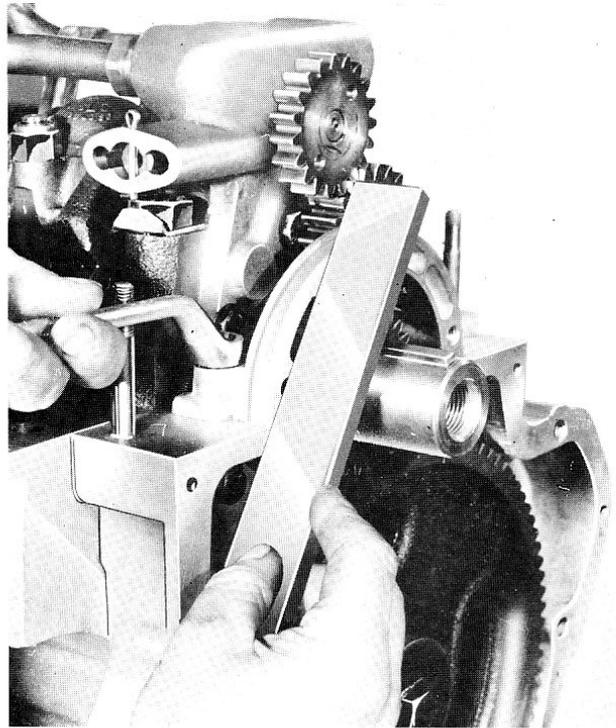

Fig. 30
- 6° Enduire de pâte à joint n° 969 673 M 1 les faces d'appui de la demi-coquille d'étanchéité AV du carter d'huile, poser la demi-coquille en prenant soin d'aligner sa face AV avec celle du carter de distribution (fig. 30).